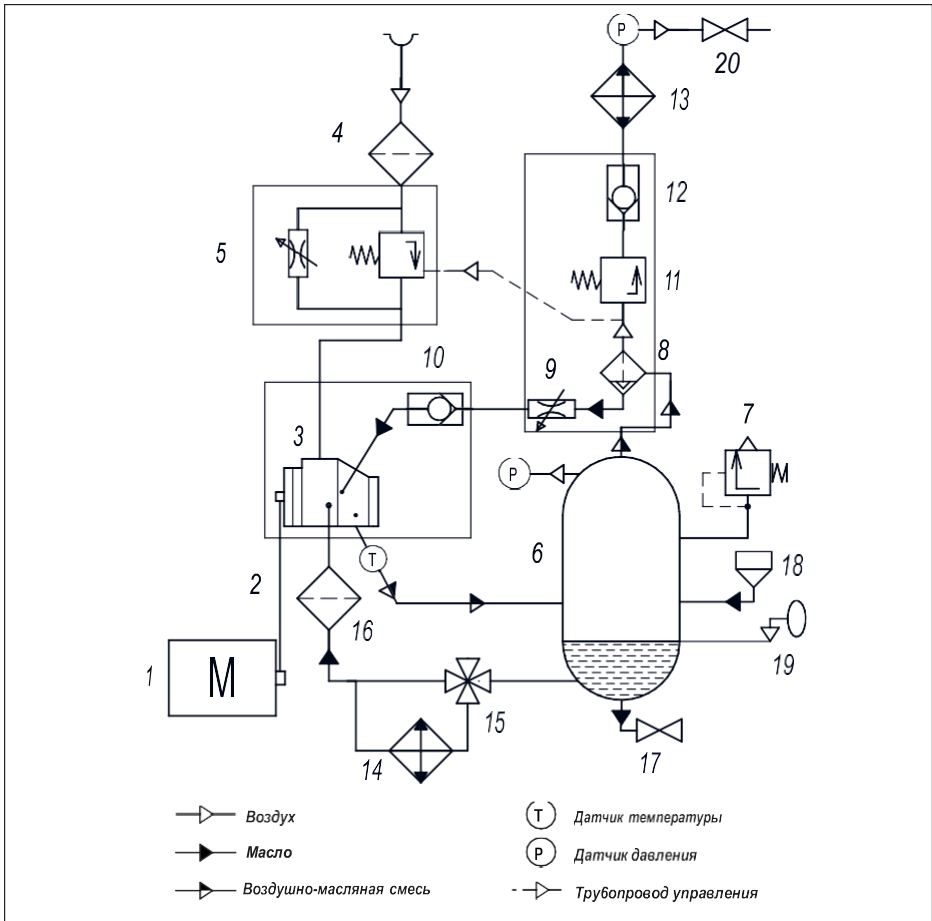

Рис. 2.3 Схема пневматическая FV75-90
2.4 Принцип действия (Смотри рис. 2.3)